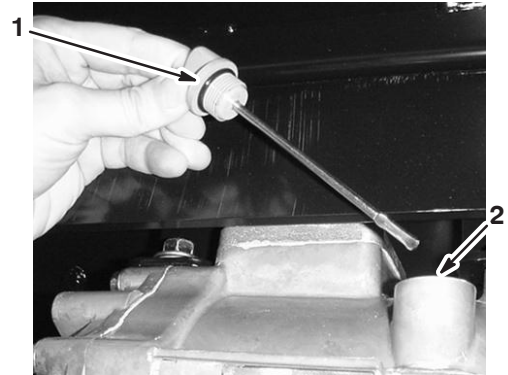

Figure 10
2. Retirez la jauge de la boîte-pont et essuyez-la sur un chiffon propre (Fig. 10).